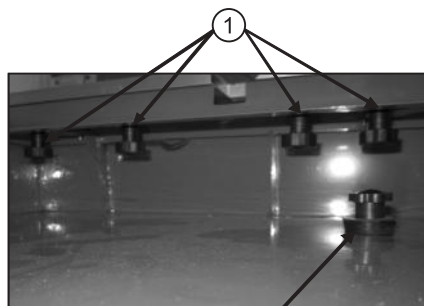

Рис.11
1. Установите регулируемый упор с транспортиром (1) напротив деления на упорной линейке (4) (например 7 см) и зафиксируйте его винтом (3). Угол транспортира установите в положение 0° .
2. Ослабьте винты фиксации (поз. 1, рис. 11) левой части упорной линейки, расположенные со стороны поддона для воды и отрегулируйте расстояние от края упора транспортира до режущей кромки алмазного диска равное 7 см.
3. Перемещая упорную линейку (4) по направляющей отрегулируйте расстояние от края упора транспортира (1) до режущей кромки алмазного диска равное 7 см.
12. Периодически меняйте воду в поддоне, так как грязная вода может засорить насос и вывести его из строя. Для слива воды из поддона снимите узкую столешницу рабочего стола и вытащите сливную пробку поддона (рис. 11).